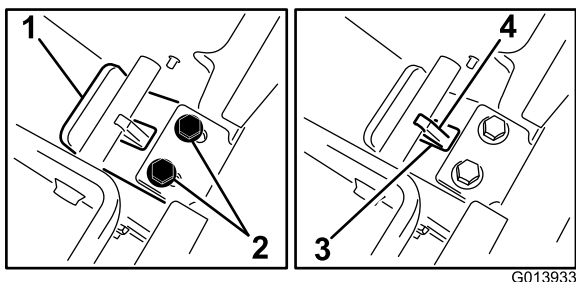

Figura 15
2. Continuando ad esercitare pressione sulla contropiastra, fate scorrere l'aletta verso di voi finché il bordo della piastra dell'aletta non si troverà a contatto con la traversa (Figura 15).